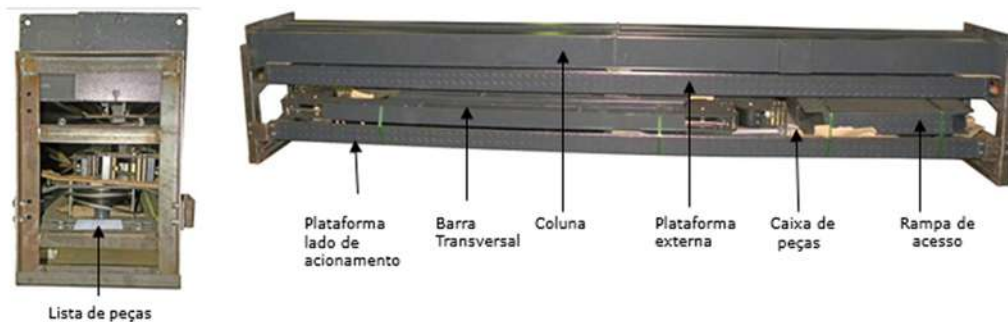

Fig. 6
2. Abra a embalagem externa com cuidado e verifique as peças de acordo com a lista de materiais. (Ver Fig. 6).